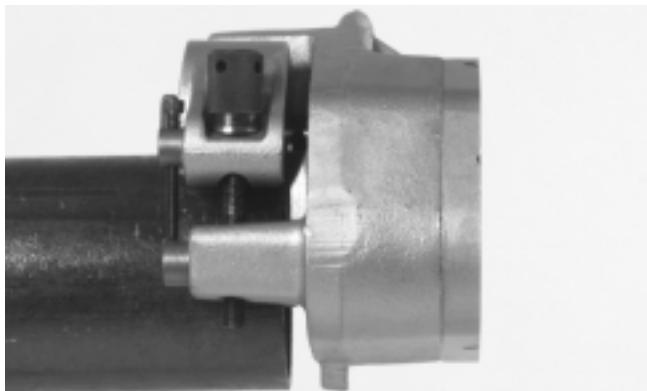

Figura 3 – Montaje de la Ranuradora sobre el tubo
2. Coloque la Ranuradora 915 sobre el tubo dejando accesible el tornillo de alimentación (*Figura 3*).